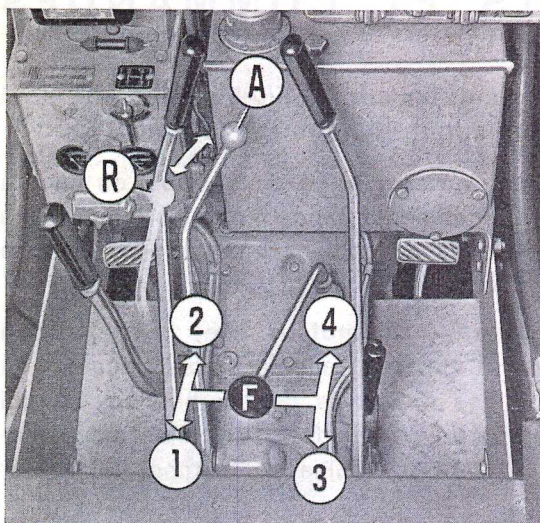

Fig. 6. - Positions des leviers des vitesses et d'inverseur.
9. Levier des vitesses: les positions correspondant aux quatre rapports sont indiquées par la fig. 6. Avec chaque rapport on peut rouler en avant et en arrière au moyen de l'inverseur (voir n. 10).
10. Levier d'inverseur (voir fig. 6):